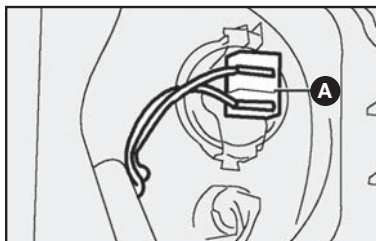

fig. 14
2) soltar o conector A-fig. 14 de alimentação da lâmpada;